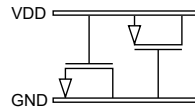

Figura 37: Celda DCAP, arreglo de MOS como capacitores
**Capacitores de Desacople** La caída de tensión se debe a que cuando transicionan las celdas tiene que circular corriente desde el regulador. Una manera de mitigar el efecto es proveer la corriente desde un capacitor que esté físicamente cerca de las celdas. Para esto los PDKs cuentan con una celda estándar que utiliza transistores NMOS y PMOS conectados de forma tal de agregar un par de capacitores en paralelo entre  $V_{DD}$  y  $GND$ . El circuito lo podemos ver en la Figura 37. Estas celdas se las conoce por su nombre en inglés de **Decoupling Capacitor**, o **DCAP**. Vienen en distintos tamaños, que ocupan distintas áreas y aportan distinta cantidad de capacidad.